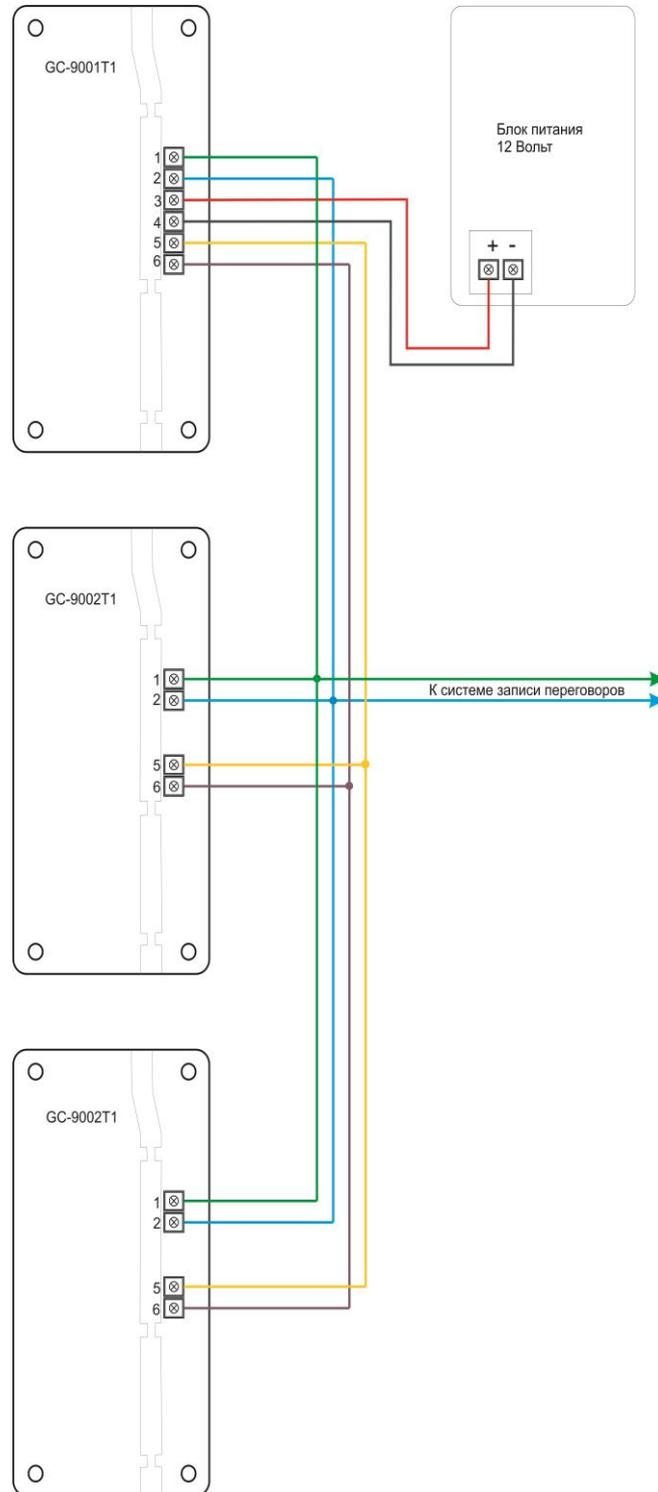

Рисунок 7.1. Схема соединения телефонных трубок
- Подсоединить провода к телефонным трубкам и блоку питания, а также к системе записи переговоров (при наличии) (см. рис.7.1 и таблицу 7.1).